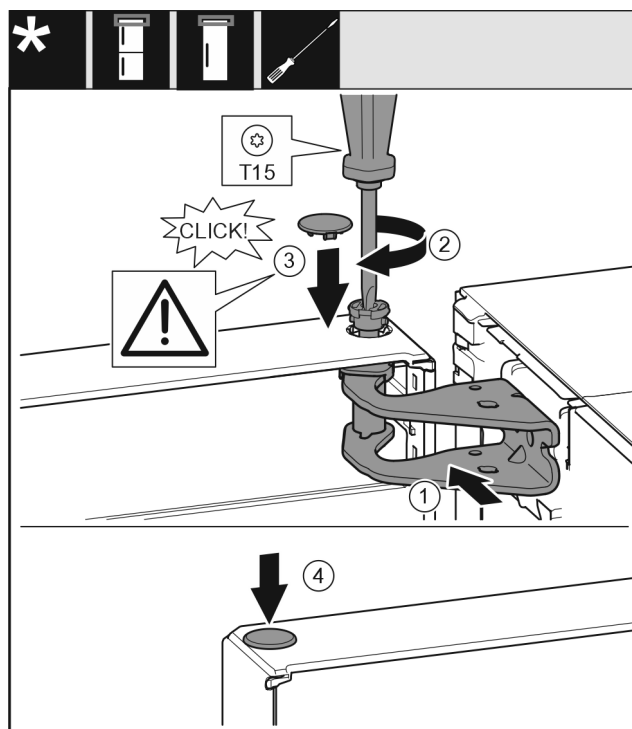

Fig. 23
- ▶ Igazítsa be az ajtót felül a csapágycsak nyílásához Fig. 23 (1).
- ▶ Helyezze be a csapszeget Fig. 23 (2), és húzza meg csavarhúzóval.
- ▶ Szerelje fel az ajtót biztosító biztonsági fedelet Fig. 23 (3): Helyezze fel a biztonsági fedelet, és ellenőrizze, hogy felfekszik-e az ajtóra. Egyébként a csapszeget teljesen helyezze be.
► Helyezze be a dugót Fig. 23 (4).